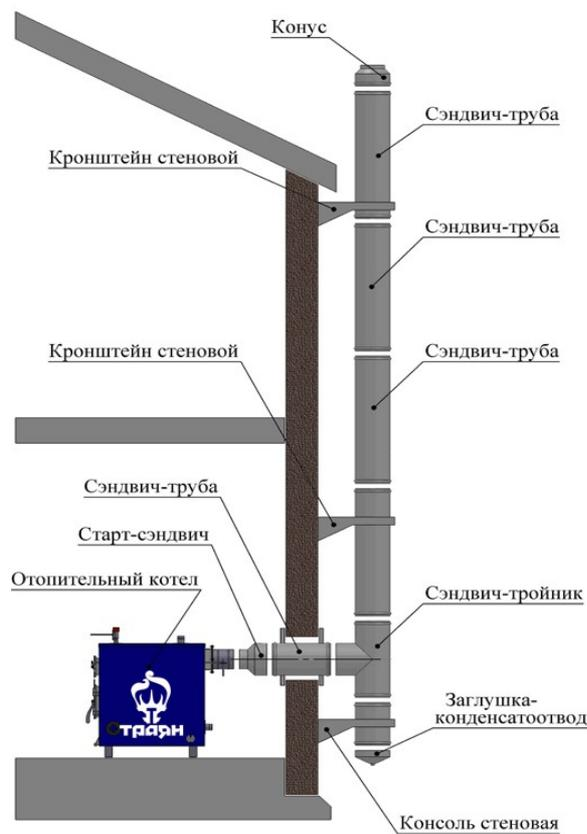

Рисунок 6- Установка через стену здания
-через стену здания (см. рис. 6).